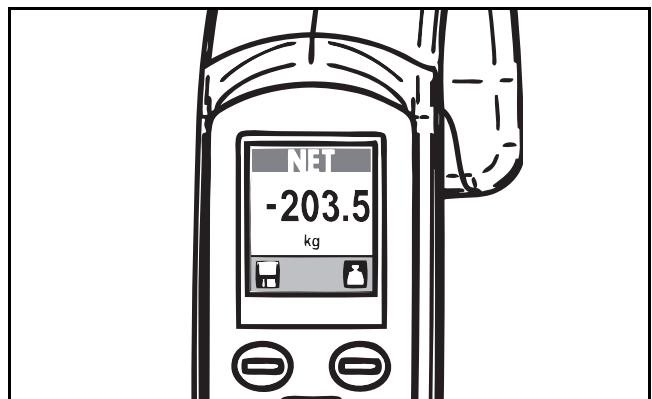

Fig. 68
3) Sätt tillbaka selen på MAXI MOVE. Ignorera minustecknet före siffrorna på skärmen. Låt viktavläsningen stabiliseras. Vikten som visas är patientens verkliga vikt (se Fig. 68).